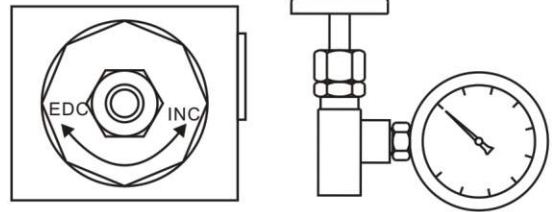

图2
- 2) 松开全部溢流阀手柄(不同的系统溢流阀的外形不同，如果系统采用卸荷溢流阀的让线圈得电并把压力调低；如果系统采用卸荷换向阀的得让换向阀工作才能建立压力。)测试时观察压力表指示在最低，泵在空负荷下间歇运转。(见图2)